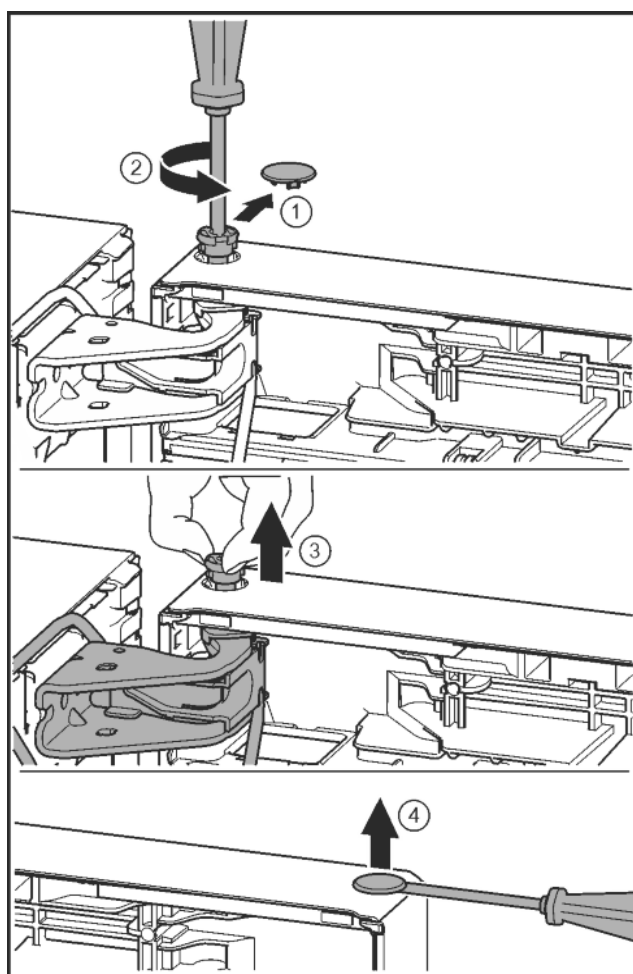

Fig. 20
- ▶ Bezpečnostní kryt opatrně stáhněte. *Fig. 20 (1)*
- ▶ Šroubovákem T15 o kousek vyšroubujte čep. *Fig. 20 (2)*
- ▶ Dveře držte a čep vytáhněte prsty. *Fig. 20 (3)*
- ▶ Plochým šroubovákem opatrně nadzvedněte zátku z ložiskového pouzdra dveří a vytáhněte ji. *Fig. 20 (4)*